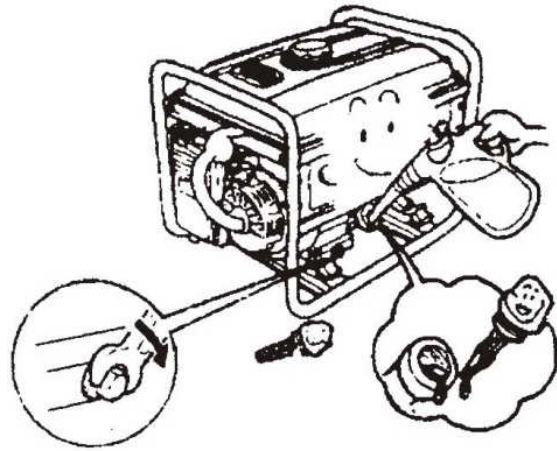

Fig. 38
7.2.3 Vuelva a colocar la tapa de drenaje (Figure 38).